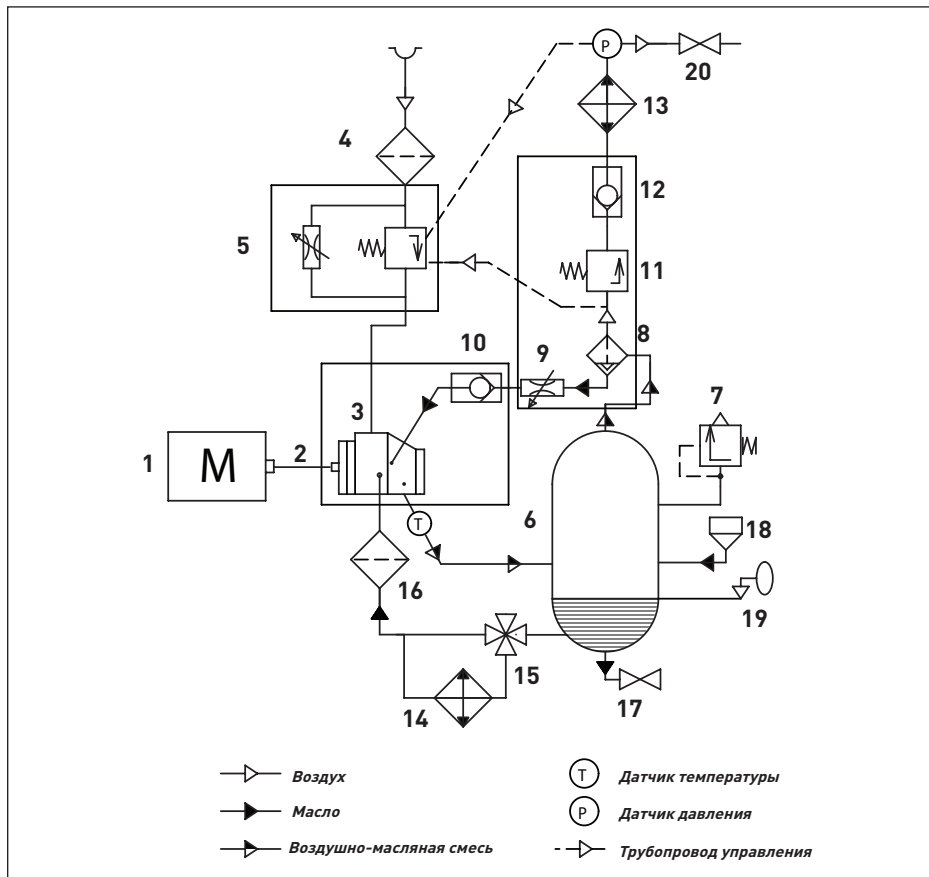

Рис. 2.3 Схема пневматическая DV 30-55
2.4 Принцип действия (Смотри рис. 2.3)